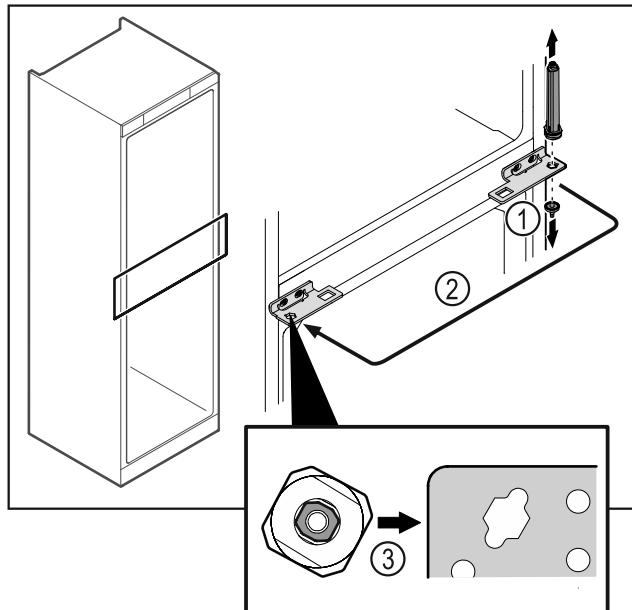

Fig. 44
- ▶ 拧下合页螺栓 Fig. 44 (1)。
- ▶ 调换关门系统 Fig. 44 (2)。
- ▶ 装入时, 请留意关门系统 Fig. 44 (3) 是否正确对齐。